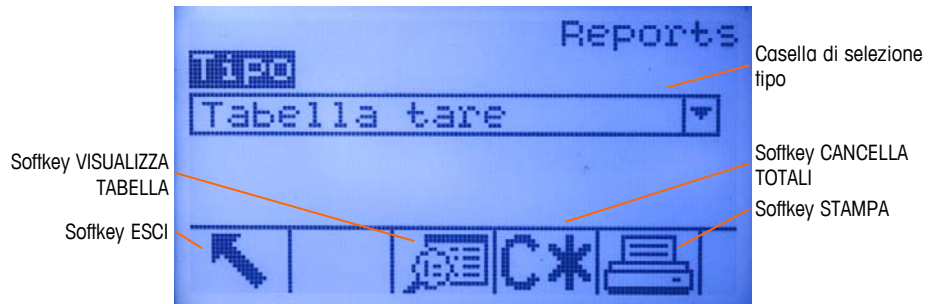

Figura 2-21: Schermata Report
1. Premere il soffkey REPORT . Viene visualizzata la schermata Report (v. Figura 2-21).